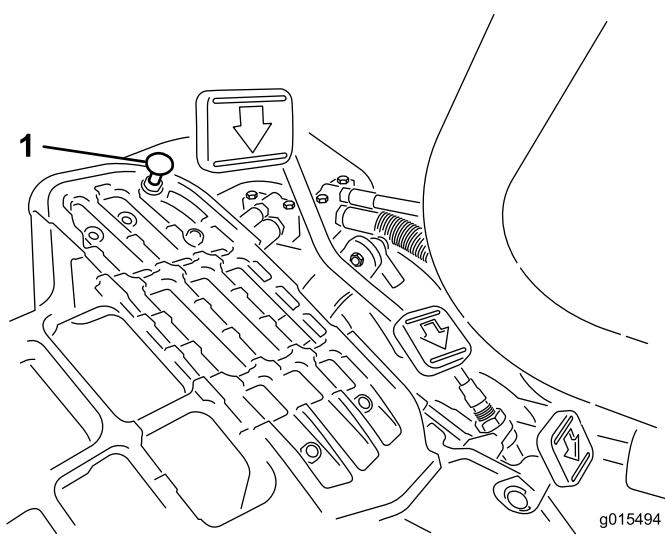

Figura 50
Per ottenere la velocità massima di trasferimento mettete la leva di comando delle funzioni in posizione di trasferimento, e premete il pedale di trazione. Se il pedale tocca il fermo (Figura 50) prima che avvertiate la tensione sul cavo:
1. Spostate la leva di comando delle funzioni in posizione di trasferimento e allentate il dado di bloccaggio che fissa il fermo del pedale alla piastra di appoggio (Figura 50);